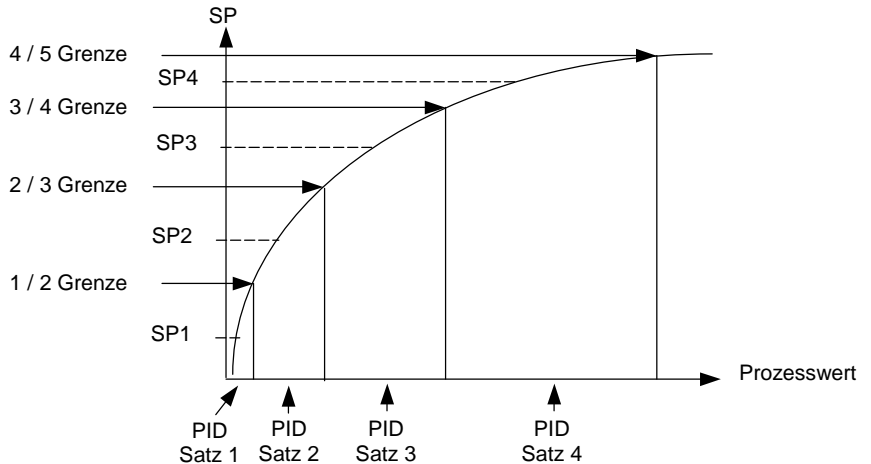

Abbildung 10-1: Gain Scheduling
9. Wiederholen Sie die oben beschriebenen Schritte für jeden PID Satz. Wählen Sie jeweils einen Sollwert für die Optimierung, der zwischen den Grenzen liegt (Abbildung 10-1).